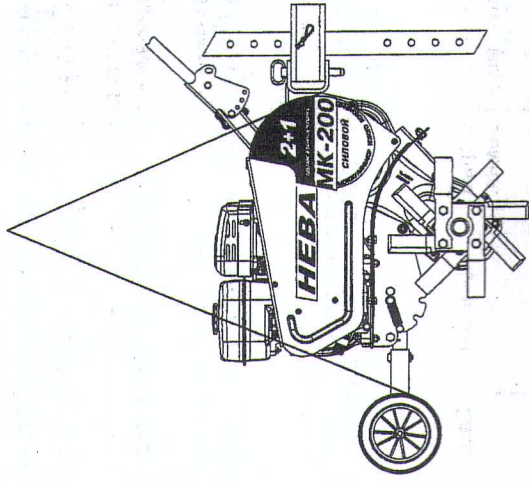

Рис. 16 Схема строповки МК на погрузочно-разгрузочных работах
- Строповку мотокультиватора производите согласно прилагаемой схеме (рис. 16).